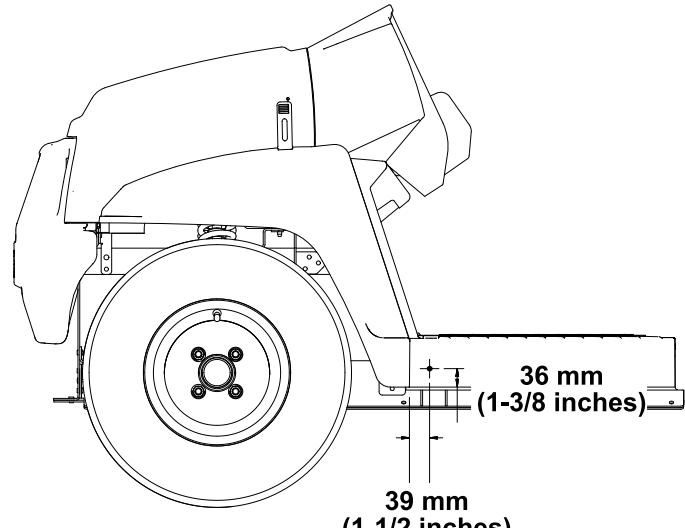

Bild 1
1. Verwenden Sie die in **Bild 1** abgebildeten Abmessungen und bohren Sie ein 5/16" großes Loch in die Außenseite des Trittbretts an der linken und rechten Seite der Maschine.